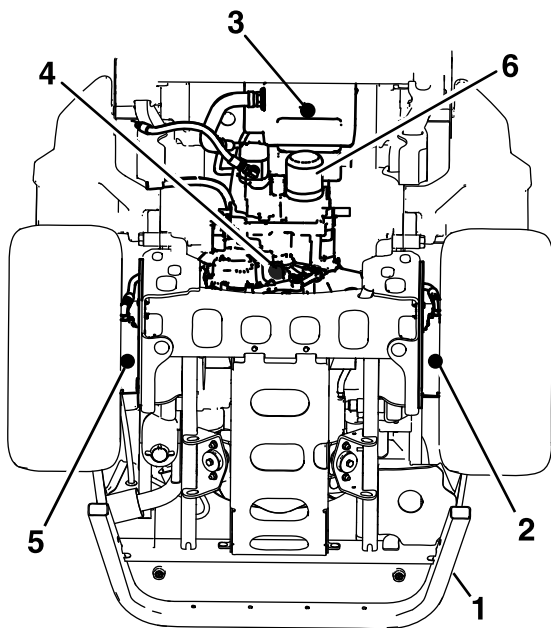

Figura 72
4. Coloque un recipiente de vaciado grande debajo del depósito de fluido hidráulico, el alojamiento de la transmisión y los motores de rueda izquierdo y derecho (Figura 72).
5. Retire los tapones de vaciado de cada zona y deje que se drene el fluido hidráulico (Figura 72).
6. Limpie la zona alrededor del filtro de fluido hidráulico y retire el filtro (Figura 72).